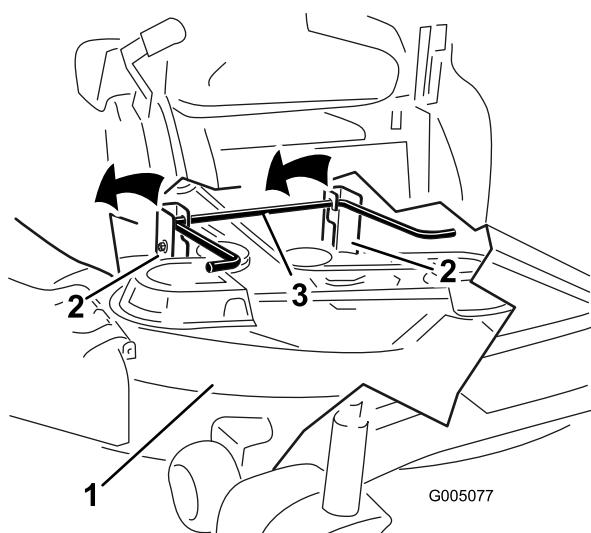

Figura 62
6. Eleve la carcasa de corte y separe ésta y las pletinas de suspensión de la varilla de elevación trasera; luego baje el cortacésped con cuidado al suelo (Figura 62).
5. Eleve la parte trasera de la carcasa de corte y coloque los soportes sobre la varilla de elevación trasera (Figura 62).
5. Coloque el muelle en la varilla según se muestra en Figura 62, de manera que el extremo corto del muelle suba desde debajo de la varilla antes de la curva y pase por encima de la varilla después de la curva.